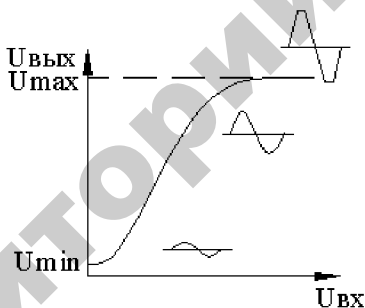

Рисунок 3.4 – Амплитудная характеристика УК
1. Амплитудная (АХ), $U_{\text{вых.}} = f(U_{\text{вх.}})$ (рисунок 3.4).